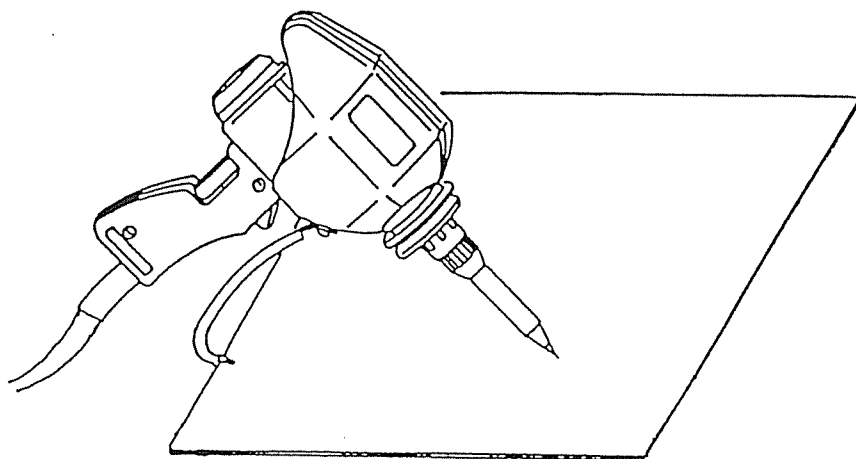
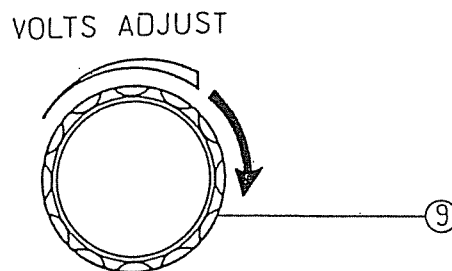

図5
図12
5. 図5のように放電ガンのグランド端子⑰にグランドケーブルCの圧着端子側を接続します。金属板を用意してグランドケーブルCのクリップを金属板に接続します。
(1) 繰返しモード選択スイッチ⑥のSINGLEを押します。（ランプが点灯します。）
(2) 電圧調整ツマミ図12の⑨をゆっくり右に回し、出力電圧指示計⑩の電圧表示を 5 ～ 6KV位にします。
(3) レディー・スイッチ⑦を押すとランプが点灯します。
(4) 図5の金属板へ電極先端の距離を変えて放電ガンのトリガー・スイッチ⑫を押し、放電状態を確認します。放電ガンのトリガー・スイッチ⑫を押す毎に放電します。
(5) 放電回数表示⑪に放電した回数が1～9999回まで表示されます。
また、金属板と電極先端の距離を変えて放電状態を確認します。（図5を参照）